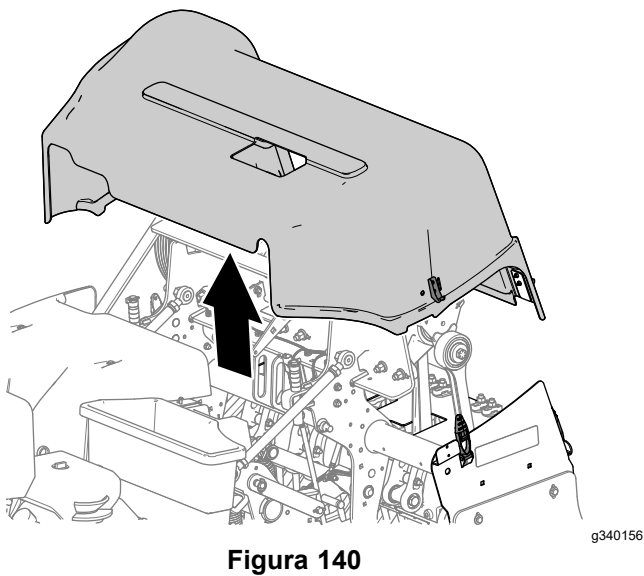

Figura 140
5. Ridicai capacul capului de carotaj de la maină (Figura 140).